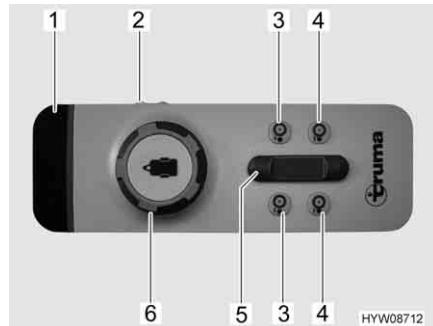

Fig. 13 Telecomando (sistema di manovra)
Il veicolo viene comandato tramite un pomello girevole e un regolatore a scorrimento posizionati sul telecomando (Fig. 13). La seguente tabella descrive la funzione dei singoli elementi di comando/indicazione:
- Spostare l'interruttore a scorrimento (Fig. 13,2) del telecomando su "ON". Il LED verde 4 (Fig. 13,1) lampeggiava per circa 5 secondi, quindi rimane acceso. Il sistema di manovra è ora pronto all'uso.
- Su entrambi i lati, avvicinare i rulli di trasmissione alle ruote, premendo contemporaneamente i tasti di avvicinamento dei rulli di trasmissione alle ruote (Fig. 13,4) per circa 3 secondi.
- Spostare il veicolo nella posizione desiderata tramite il pomello girevole (Fig. 13,6) e il regolatore a scorrimento (Fig. 13,5). Il veicolo viene movimentato e frenato senza problemi.
- Sui due lati, ruotare i rulli di trasmissione retraendoli dai pneumatici. A tale scopo, premere i tasti per la retrazione dei rulli di trasmissione (Fig. 13,3) per circa 3 secondi.
- Spostare l'interruttore a scorrimento (Fig. 13,2) del telecomando su "OFF".